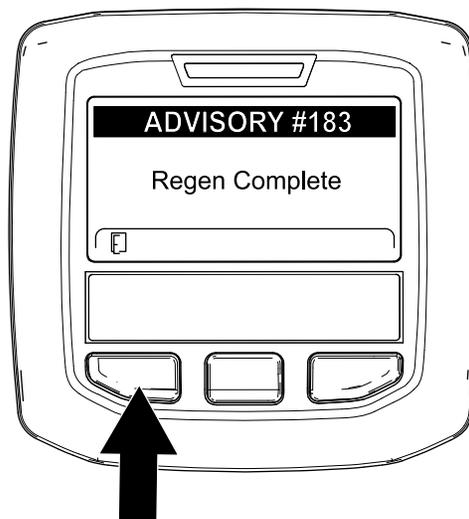

Рисунок 59
9. Когда компьютер двигателя завершает процесс стационарной или восстановительной регенерации, на дисплее инфо-центра появляется информационное сообщение № 183 (Рисунок 59). Для перехода на главный экран нажмите левую кнопку.
Примечание: Если регенерацию не удалось завершить, на дисплее инфо-центра появляется информационное сообщение № 184 (Рисунок 59). Для перехода на главный экран нажмите левую кнопку.